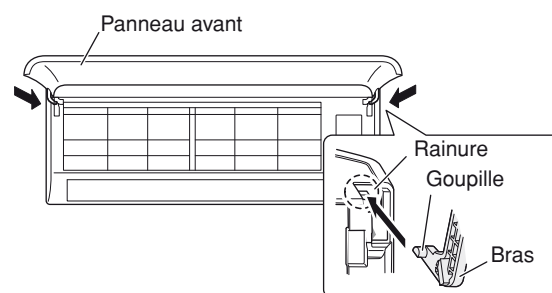

Fig. 18-1
- (1) Insérez le bas de la grille dans le volet celui-ci se trouvant plus ou moins à l'horizontale.
- (2) Alignez les deux côtés de la grille avec le bâti, déplacez le panneau à l'horizontale et insérez le haut et le bas dans le bâti.
- (3) Presser fermement la sortie d'évacuation d'air avec la main pour garantir qu'il n'y a pas d'espace entre l'unité principale et la grille.
- (4) Resserrez les 2 vis et reposez les chapeaux de vis.
- (5) Saisissez le panneau avant des deux côtés au niveau des bras d'articulation, amenez ce panneau en position pratiquement horizontale, amenez les axes des bras d'articulation en contact avec le haut des rainures d'insertion gauche et droite du climatiseur et appuyez fermement jusqu'à ce que les axes des bras d'articulation cliquent en position. (Fig. 18-1)